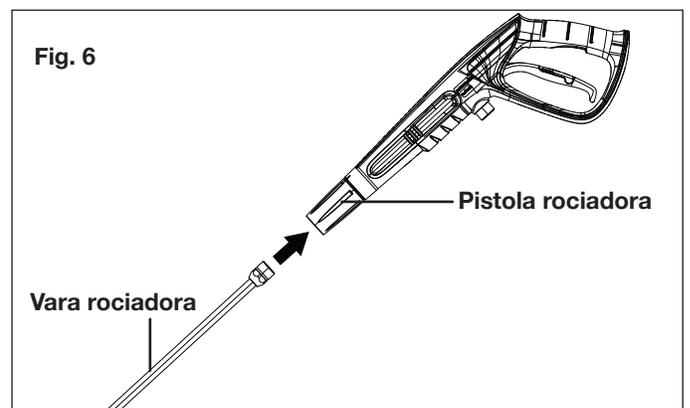

Fig. 6
6. Conecte la vara rociadora en la pistola y rótelas hasta que las dos partes estén completamente trabadas (Fig. 6).